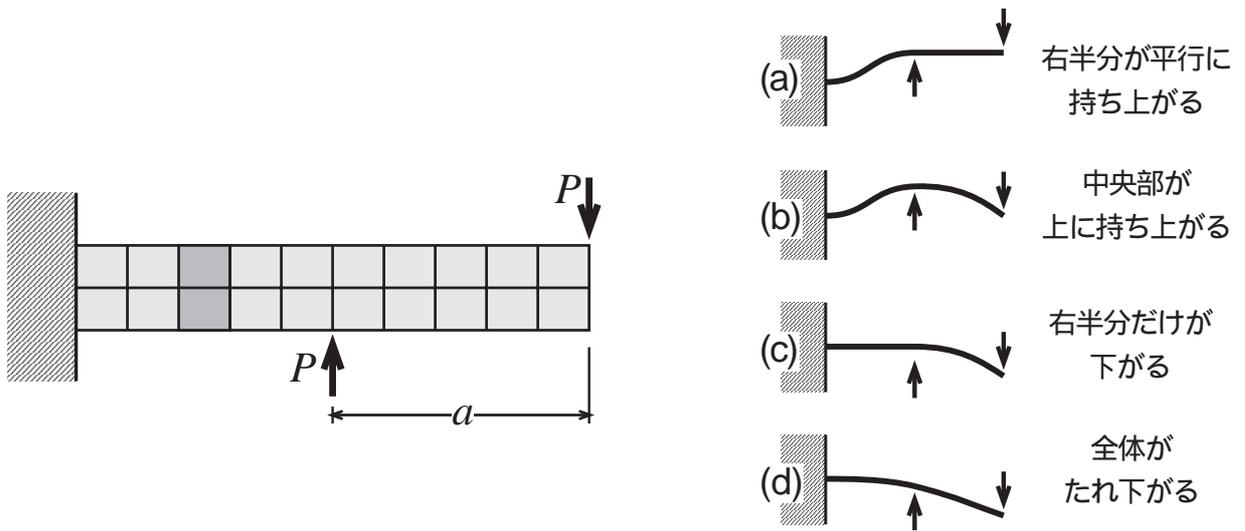

図 2.1.4 2つの荷重を受ける片持ち梁
(4) 上向きの荷重が加われば梁が上にたわむのは当たり前と思うかもしれない。それでは、図 2.1.4 のような荷重^{*1}を受けると梁はどのように変形するだろうか？ まず、当てずっぽうで、a ~ d より選んでみよう（たぶん、b または c を選ぶ人が多いと思う）。また、これをホームページで調べるために、次のような操作を行ってみよう。